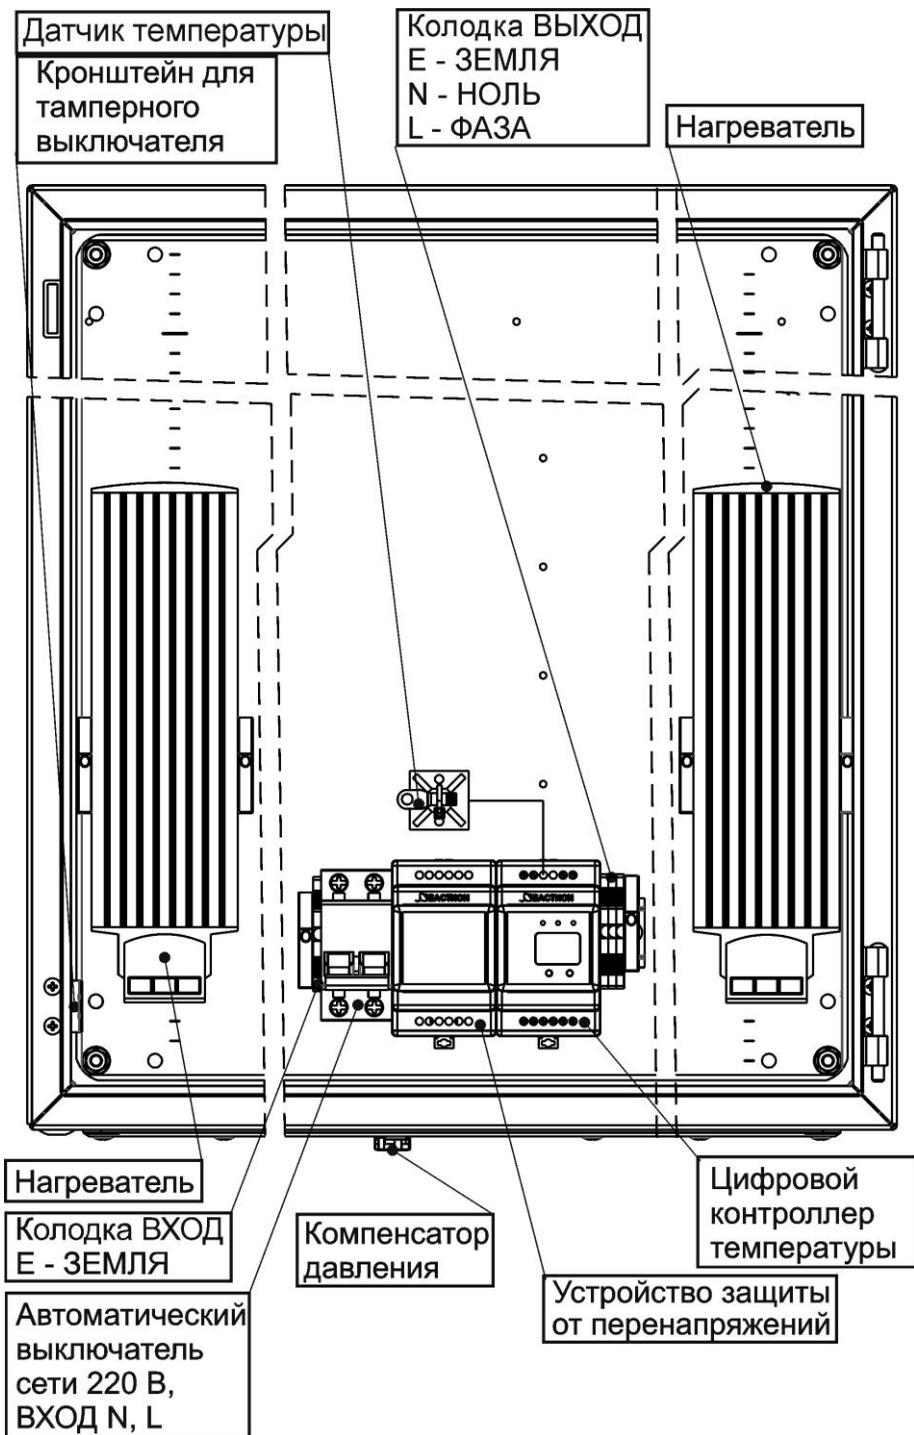

Рисунок 2 – Вид изделия с открытой дверцей
При открытой дверце осуществляется доступ к следующим узлам, расположенным на DIN-рейке: цифровому контроллеру температуры; автоматическому выключателю; клеммной колодке ВХОД и ВЫХОД~ 220В (см. рисунок 2). Общий вид изделия с открытой дверцей показан на рисунке 2.
Выполните подключение внешних цепей к изделию в соответствии с назначением клемм подключения (см. рисунок 2) в следующей последовательности:
- Провод заземления подключите к клемме E (ЗЕМЛЯ) на колодке «ВХОД» (см. рисунок 2).
- Подключите, соблюдая фазировку, к клеммам автоматического выключателя сетевые провода N (НОЛЬ) и L (ФАЗА) (см. рисунок 2).
- В случае необходимости установите тамперный переключатель (входит в комплект поставки) на специальный кронштейн (см. рисунок 2), используя входящий в комплект крепеж.